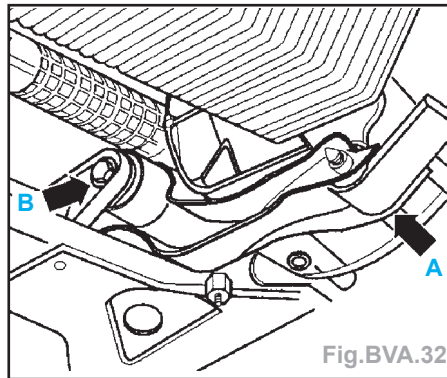

Fig. BVA.32
- Déposer le tirant d'anti-basculement, dévisser à cet effet les vis (A) et (B) (Fig. BVA.32).